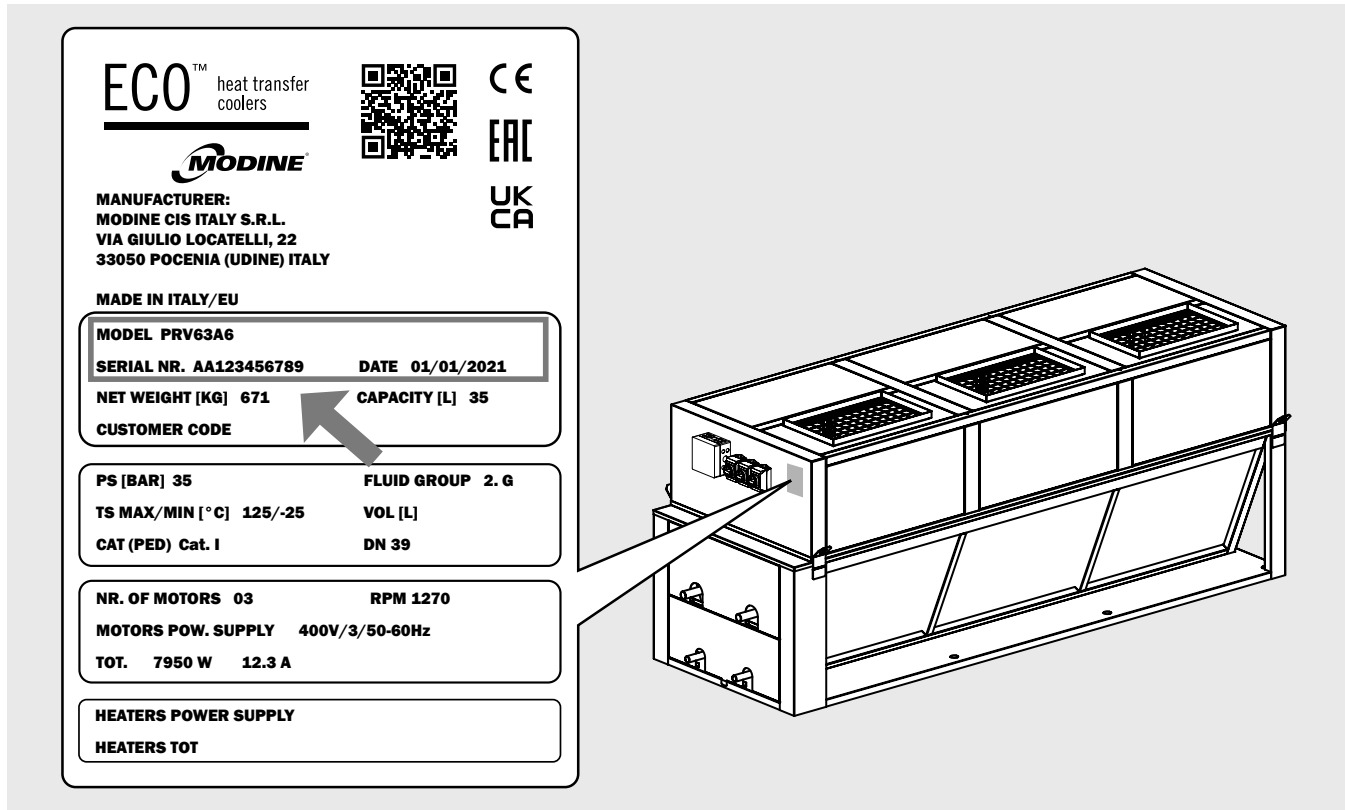

Figura 1
- 3.1 Para cualquier comunicación, pedido de asistencia o repuestos, suministrar el nombre del modelo y el número de serie colocado en la placa de datos (véase "Figura 1"):